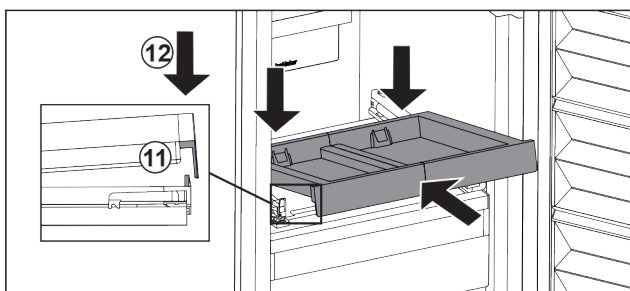

Fig. 93
- ▶ Schräg einschieben. Darauf achten, dass auf beiden Seiten der Anschlag hinter der Lasche ist. Fig. 93 (11)
- ▶ Auszugsbord vorne absetzen. Fig. 93 (12)